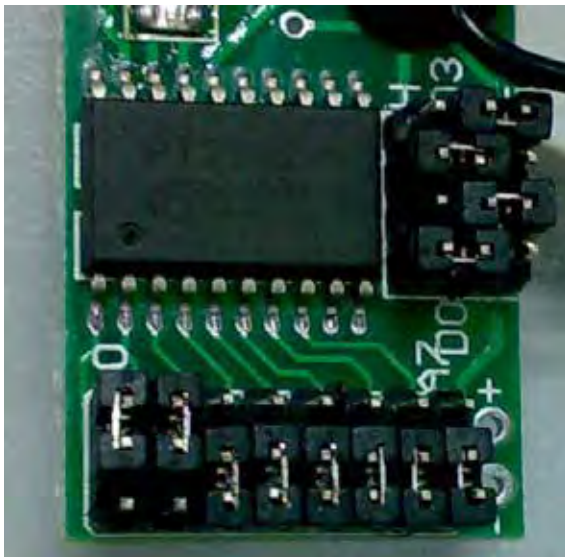

Рис.7 Переключатель DIP датчика стекла
2. Аккуратно переверните маленькую плату с DIP-переключателями как показано на рис.7.